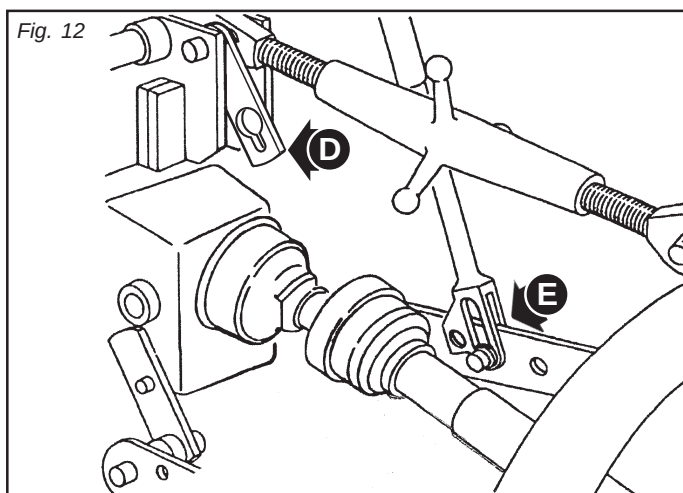

Fig. 12
- 2) Piatte (D, Abb. 12) Verlängerung an der recht Seite der Oberlenker, mit dem Stecker fest verbunden (siehe Abb. 12), positionieren. Diese Teile dienen zur Befestigung der Entlastungsfeder.
Die beiden Unterlenker des Dreipunktanbaus müssen mit Langloch, mit mindestens 5 cm Lauf ausgerüstet sein und sich in einer Stellung befinden, die vertikalen Schwingungen erlaubt (siehe Abb. 12). Werden diese Vorschriften nicht eingehalten, würde der Rahmen des Mähwerks durch den Schlepper stark belastet werden, da die Vorderachse des Schleppers mit Gelenk ausgerüstet ist und sich den Bodenebenen unabhängig von den anderen festen Schlepperteilen, wie auch dem Dreipunktanbau, anpaßt. Für durch Nichtbeachtung dieser Vorschriften auftretende Schäden übernimmt die Firma MASCHIO GASPARDO S.p.A. keine Haftung, auch nicht während der Garantiezeit.